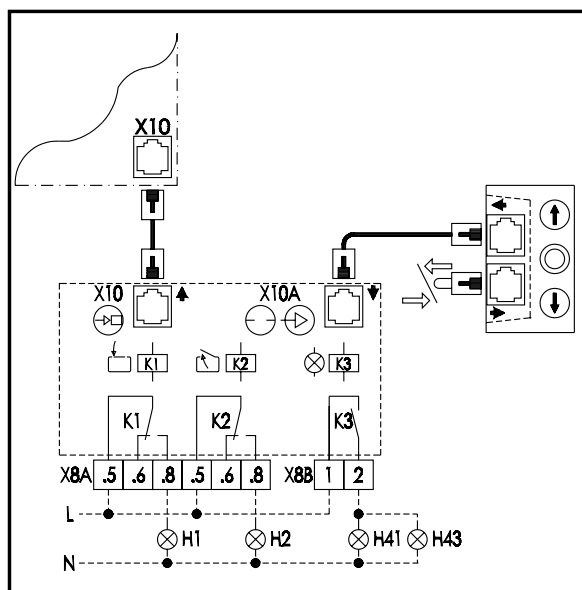

Abb. 12: Aviso de posición final y lámpara indicadora
- Conecte ambas hembrillas X10 del mando y del juego de equipamiento posterior con un cable de sistema según indica fig. 12.